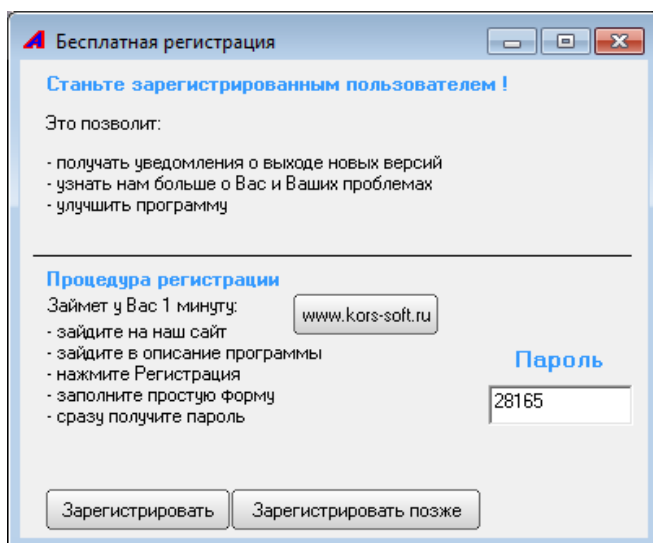

Рисунок 1.2 - Регистрация программы при первом запуске
2) Запустить программу и ввести пароль регистрации (см. рисунок 1.2).